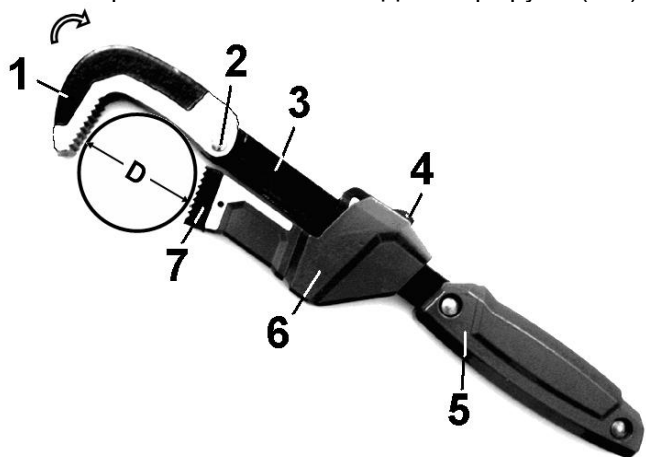

Рис. 1
2. Нажмите кнопку блокировки (4), переместите каретку (6) в крайнее положение – в направлении рукоятки (5).
3. Установите ключ на трубу, оттяните ключ за ручку (5) на себя так, чтобы верхняя губка (1) отклонилась в направлении стрелки, см. Рис. 1.
4. При маленьких диаметрах трубы устанавливайте ключ так, чтобы контакт трубы был посередине верхней губки (1).
5. Переместите каретку (6) до контакта нижней губки (7) с трубой.
6. Не перекашивая ключ, аккуратно поворачивайте его за рукоятку (5) по часовой стрелке до момента надёжного самозахвата, после чего производите вращение трубы по часовой стрелке, Рис. 1.
7. Для освобождения ключа или для перехвата трубы необходимо ручку (5) повернуть в противоположном направлении. Установите ключ на трубе в удобное положение, повторите пункт 6.
8. Для вращения трубы против часовой стрелки необходимо переустановить ключ в зеркальном положении, Рис. 1.